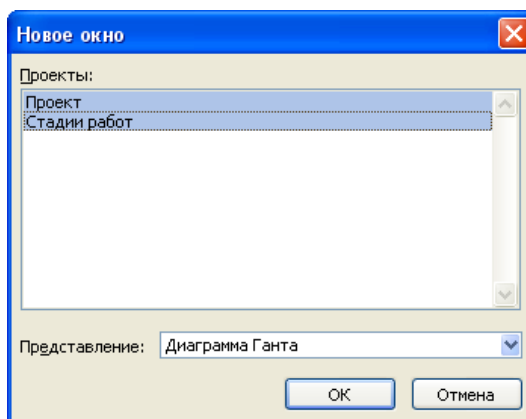

Рисунок 5.13 – Выбор файлов объединяемых проектов
2. В меню **Окно** выбрать команду **Новое окно...** (см. рисунок 5.13). В открывшемся диалоговом окне в списке **Проекты** выберите файлы объединяемых проектов, используя клавишу **Ctrl**;